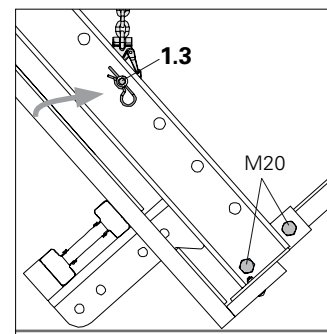

Fig. A1.16b
1. Allentare e rimuovere le 2 viti con i rispettivi dadi M20 dal supporto della trave impalcato (9).
2. Fissare il montante parapetto (10) alla trave (9) con le 2 viti e i 2 dadi M20. (Fig. A1.16b)